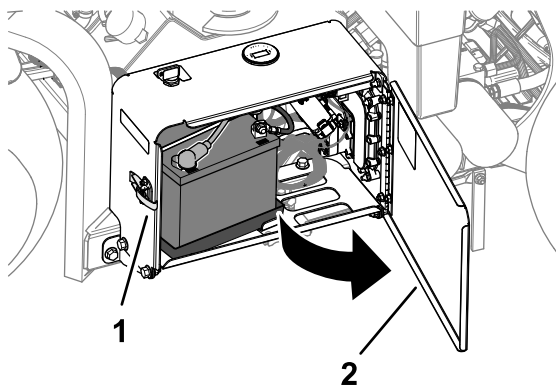

図 169
- ラッチを外し、バッテリーコンパートメントのドアを開く図 169。